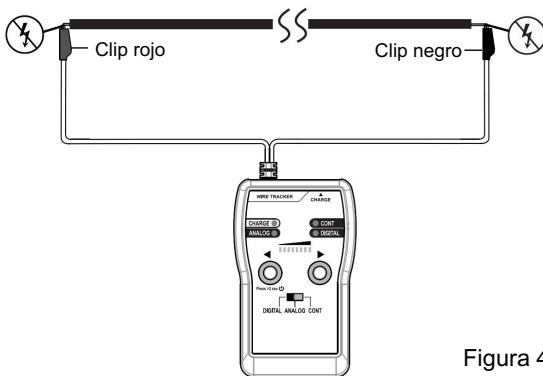

Figura 4
2. Como se muestra en la Figura 4, conecte las pinzas de cocodrilo rojas y negras del transmisor a los dos extremos de la línea a probar.